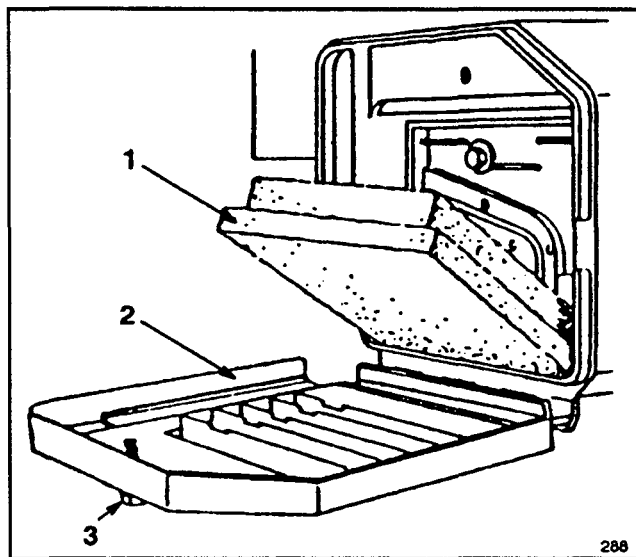

Abbildung 13
2. Den Knopf, der den Luftfilterdeckel am Motor festhält, drehen, bis sich der Deckel entfernen läßt (Abb. 13).
3. Falls Schaumstoffelement verschmutzt ist, dieses aus dem Luftfilter herausnehmen (Abb. 13). Sorgfältig reinigen.